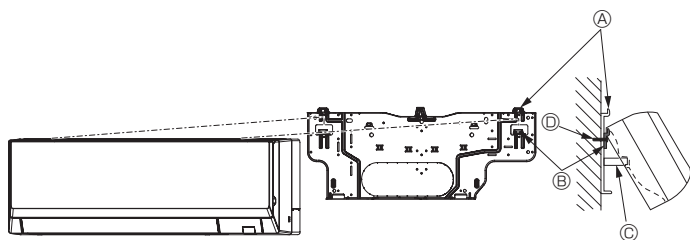

Fig. 3-14
- Si la unidad interior no puede colgarse y levantarse con el gancho normal (las dimensiones de 2.1. ④ (el espacio entre el techo y la unidad) son como máximo de 75 mm, 2-15/16 in.), cuelgue la unidad en el gancho inferior para la tubería izquierda. (Fig. 3-14)
(Fig. 3-14)